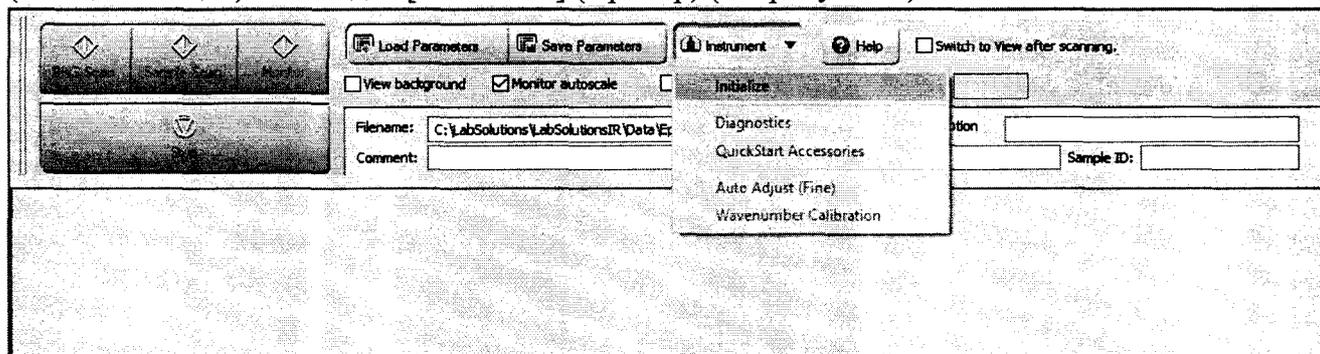

Рисунок 3
8.2.1 В главном окне программы LabSolutions IR выбрать пункт [Initialize] (Инициализация) в закладке [Instrument] (Прибор) (см. рисунок 3).